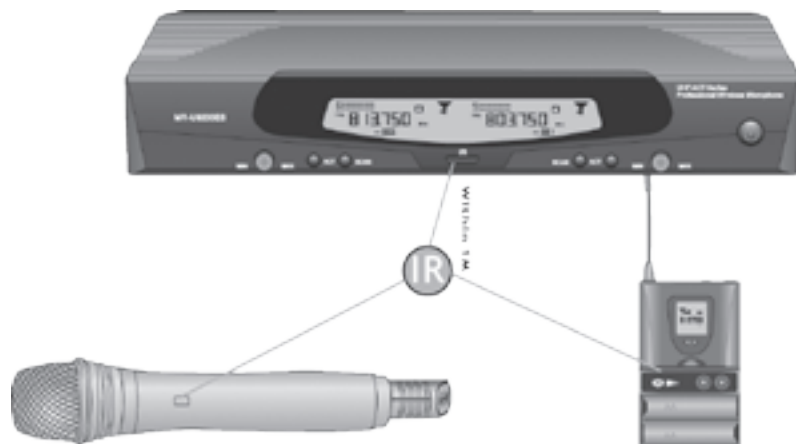

Fig. 1
- Automatico: con questa procedura, la base invierà automaticamente la frequenza impostata al microfono trasmettente. Sarà sufficiente premere sulla base una sola volta il tasto ACT avendo cura di allineare il sensore IR del microfono al sensore IR della base (Fig. 1).
Premete il tasto SCAN e attendete che venga trovata una frequenza libera. Allineate i sensori IR di base e microfono come indicato in fig. 1 e premete una volta il tasto ACT per inviare la frequenza al microfono.